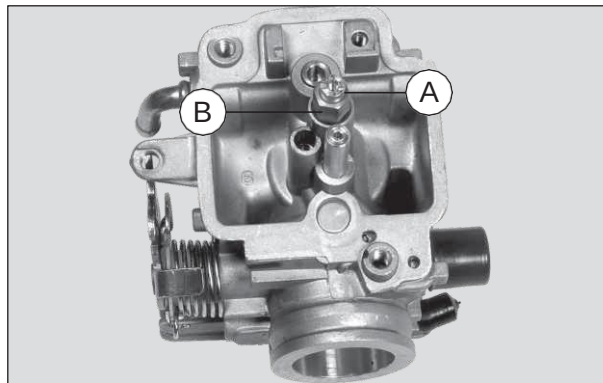

Fig.4.20
- Retire el boquerel de alta (A). (Fig. 4.20)
- Retire el difusor (B) junto con el el O-ring. (Fig. 4.20)